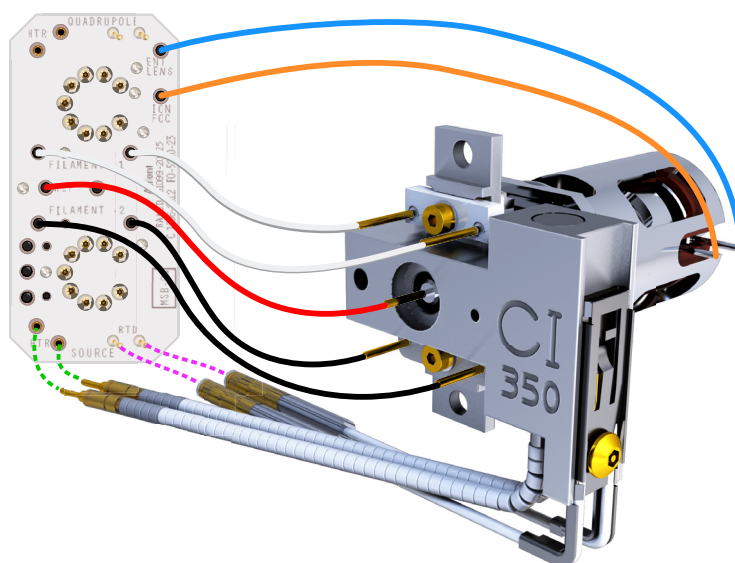

Figure 76. Câblage reliant la CSB et la source CI
- 1 Utiliser des brucelles ou des pinces pour brancher ou débrancher les fils de la carte en céramique au niveau des connecteurs de la source. (Voir **Figure 76**.)